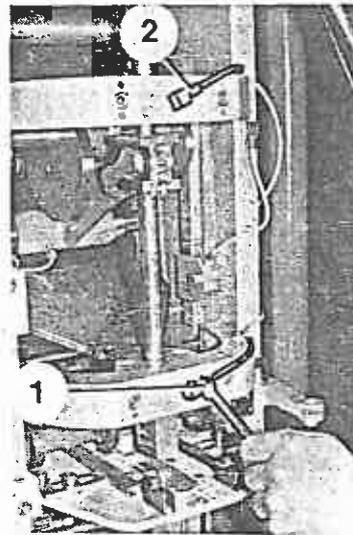

Bild 140
3. Überwurfmutter (Bild 140/1+2) der Schmierleitungen abschrauben, Schmierleitungen abziehen.